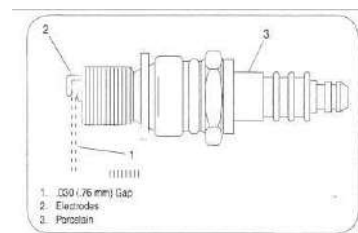

Figure 28
5. Vérifier l'écart entre les électrodes avec une jauge d'épaisseur et le régler à 0,030 (0,76 mm) si nécessaire. Voir la figure 28.